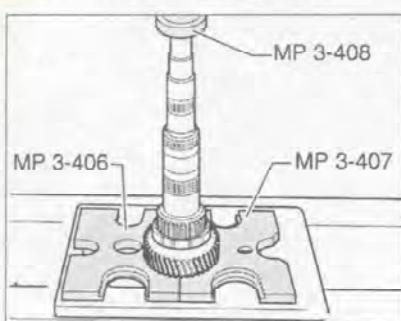

Рис. 7.103. Снятие ступицы синхронизатора 1-й/2-й передач.
10. Спрессуйте ступицу синхронизатора 1-й/2-й передач с помощью специального инструмента (рис. 7.103).